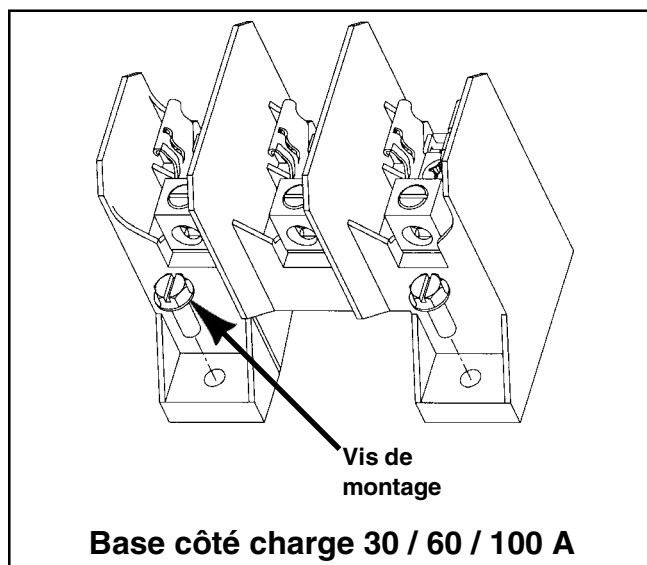

Fig. 1
5. Enlever les deux vis de montage de la base et retirer cette dernière de l'interrupteur (voir figure 1 et 2).